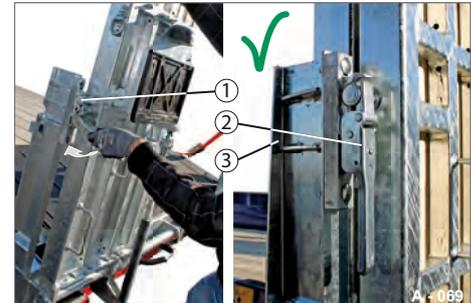

Abb. 106 Auffahrrampe sichern
- ▶ Auffahrrampe ggf. nach außen zu der Eckrunge (Abb. 106/3) schieben.
- ▶ Zapfen (Abb. 106/1) an der Auffahrrampe in den Sicherungsverschluss (Abb. 106/2) einsetzen.